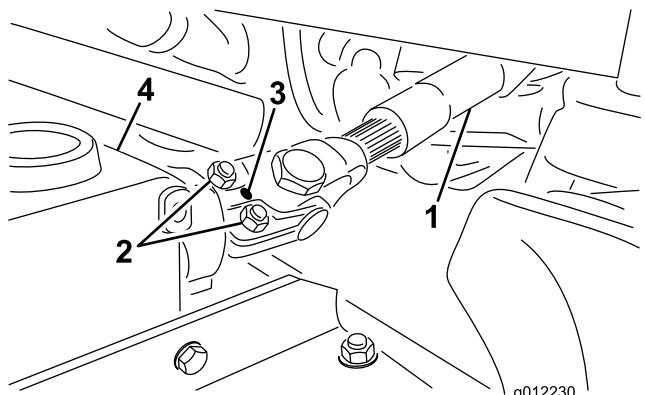

Bild 6
- Schieben Sie die Zapfwelle mit Außengewinde in die Zapfwelle mit Innengewinde (Bild 6). Richten Sie die Befestigungslöcher in der Antriebswelle des Getriebegehäuses mit den Löchern in der ZWA-Welle aus und schieben Sie sie zusammen.
- Befestigen Sie sie mit einem Spannstift (Bild 6).
- Ziehen Sie die Schrauben und Muttern an (Bild 6).